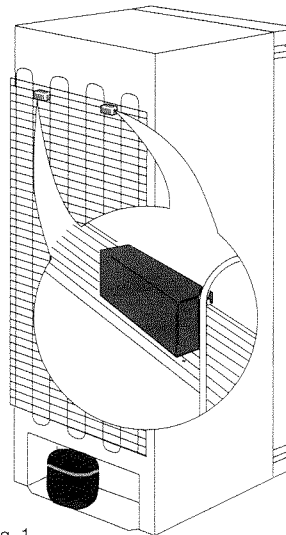

fig. 1
- Certains appareils sont fournis avec deux butées emballées dans le sachet "accessoires", fixez les sur le condenseur (grille noire arrière) pour éviter que celui-ci ne touche le mur (fig. 1).
- 6- Maintenez l'appareil légèrement incliné vers l'arrière (fig. 1).